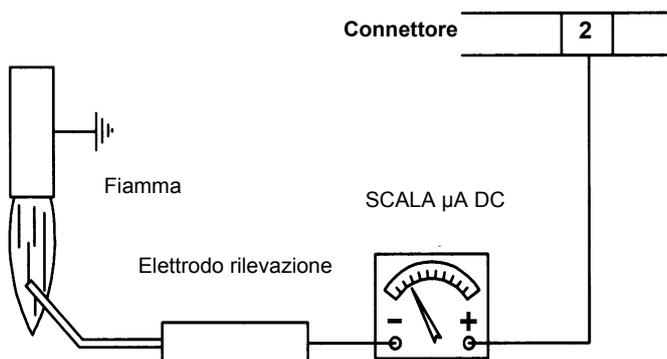
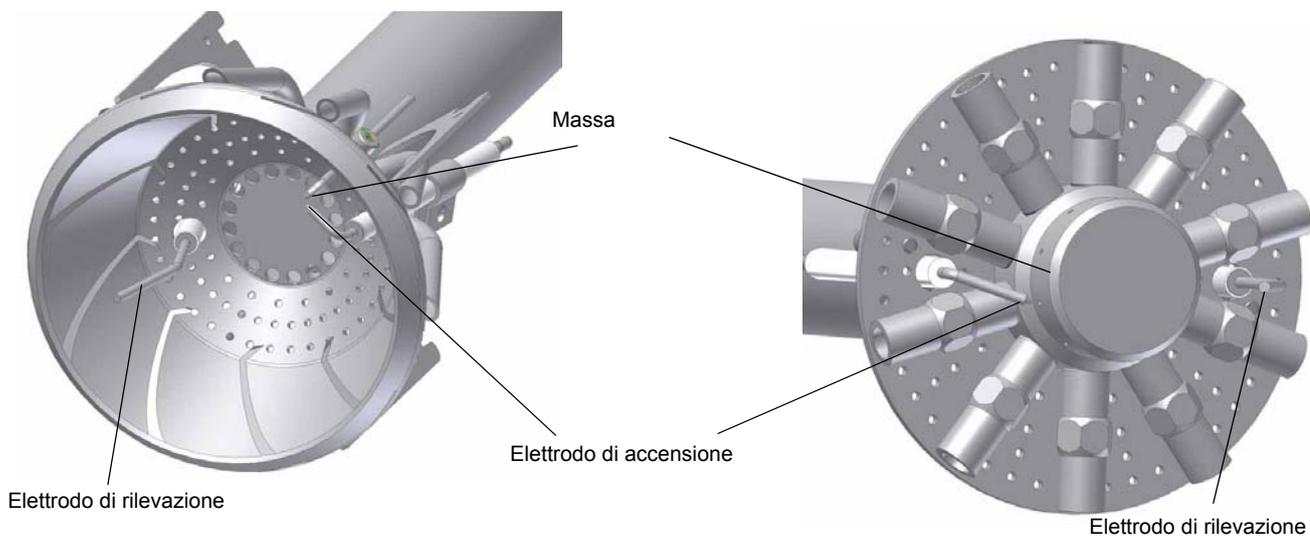

Fig. 61
Fig. 62
- Esame elettrodi di accensione e di rilevazione, pulizia, eventuale registrazione e se necessario sostituzione (vedi Fig. 62). In caso di dubbio verificare il circuito di rilevazione, dopo aver rimesso in funzione il bruciatore, seguendo lo schema in Fig. 61
Nel caso in cui il bruciatore vada in blocco, eseguire i seguenti controlli. Per misurare il segnale di rilevazione seguire lo schema in Fig. 61. Se il segnale è inferiore al valore indicato, verificare la posizione dell'elettrodo di rilevazione, i contatti elettrici ed eventualmente sostituire l'elettrodo di rilevazione.
Controllare che la distanza tra l'elettrodo di accensione e la massa sia di **4÷5 mm**. (vedi Fig. 62).